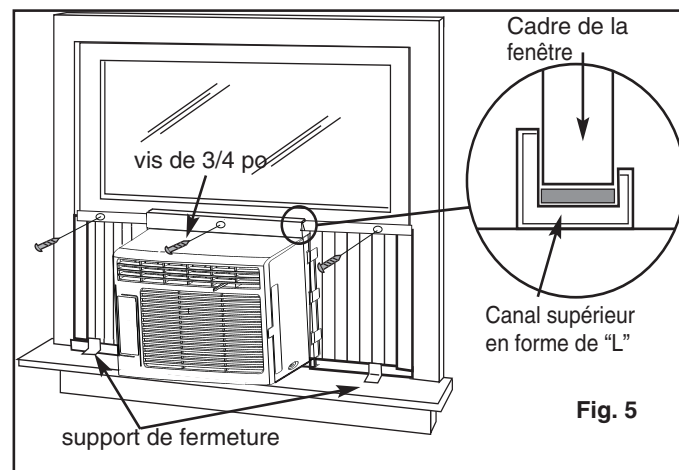

Fig. 5
- Placez le climatiseur dans la fenêtre avec le canal de montage en forme de « L » (en haut) positionné à l'avant du cadre supérieur de la fenêtre. Le bas du caisson doit être positionné dans le bas du cadre de la fenêtre. Tirez la fenêtre vers le bas jusqu'à ce qu'elle repose juste derrière le rebord frontal du canal de montage en forme de « L » (supérieur). Voir Fig. 5.
- Étendez les cadres des volets (complètement) de chaque côté, et fixez le haut des structures au cadre de la fenêtre en utilisant une vis de 3/4 po et une rondelle de sécurité sur chaque côté. Fig. 5.
- Fixer le support de fermeture sur chaque côté (en bas) des volets, et fixez au rebord de la fenêtre en utilisant une vis de 3/4 po sur chaque côté. Fig. 5.